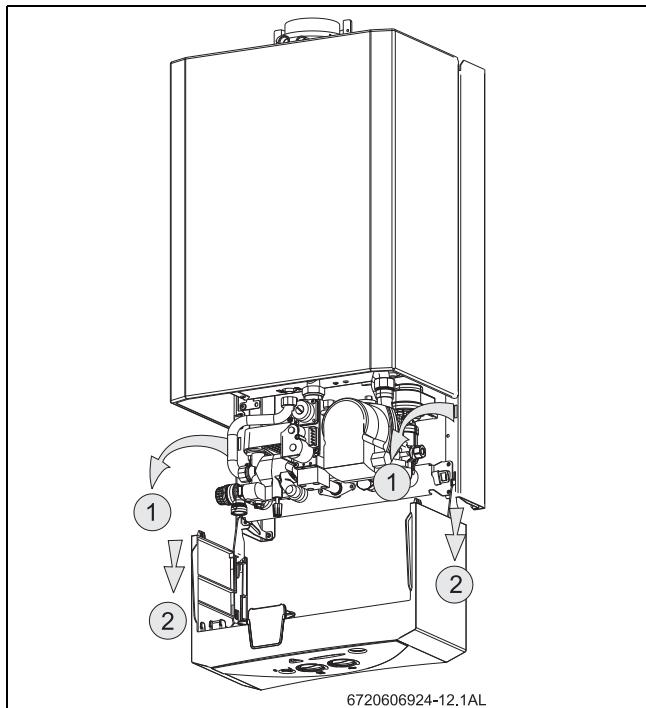

Fig. 9 Posição de serviço para acessibilidade à hidráulica e à electrónica
- Para retirar completamente o painel de comandos, estando ele posicionado como indicado na Fig. 9, levante e puxe-o na sua direcção.